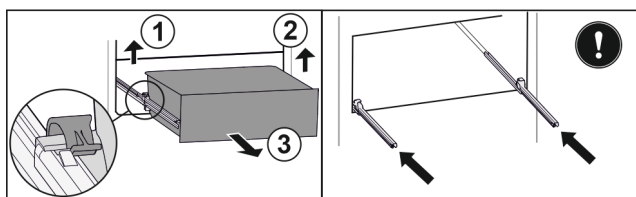

Fig. 150
- ▶ Emelje fel a bal oldali kapcsot, és ezzel egyszerre húzza előre felé a fiók bal oldalát. Fig. 150 (1)
- ▶ Emelje fel a jobb oldali kapcsot, és ezzel egyszerre húzza előre felé a fiók jobb oldalát. Fig. 150 (2)
- ▶ Vegye ki a fiókot előre felé. Fig. 150 (3)